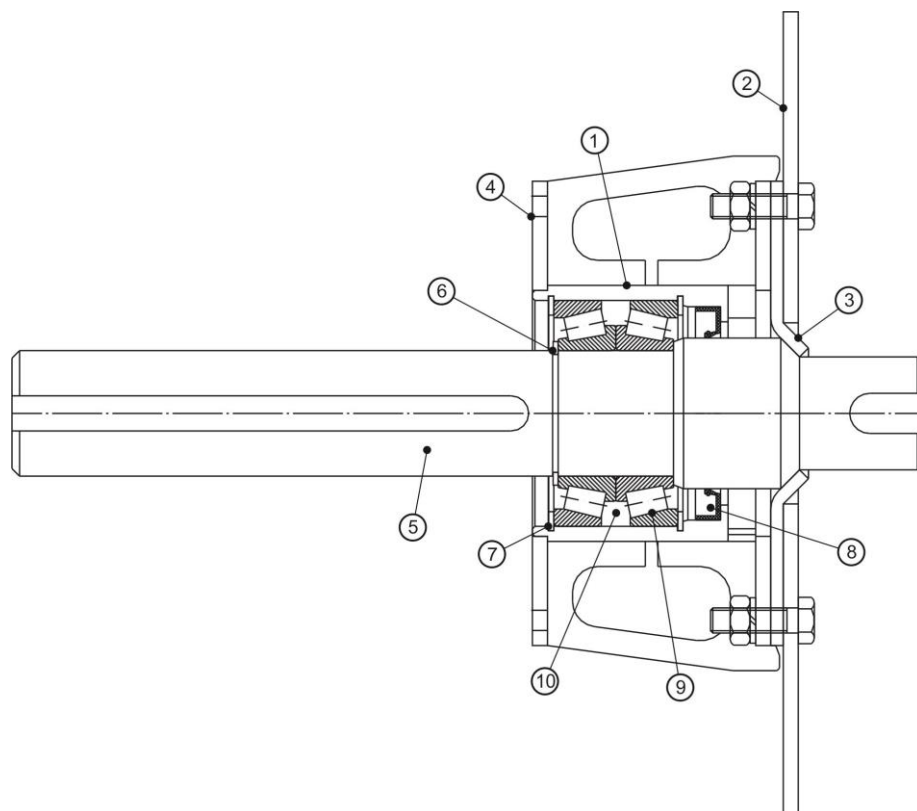

Рис. 13 Подшипниковая опора приводная
Подшипниковая опора приводная (Рис.13) винтового конвейера-питателя состоит из: корпуса (1), переднего фланца (2), резинового уплотнения (3), заднего фланца (4), приводного вала (5) с пазом, стопорного кольца наружного 50 ГОСТ 1394 (6), стопорного кольца внутреннего 90 ГОСТ 13943 (7), армированной манжеты 2.1 60 x 85 ГОСТ 8752 (8), подшипников 7510А ГОСТ 27365 (9). Пространство (10) между подшипниками (9) на $\frac{1}{2}$ своего объема заполнено смазкой ЛИТОЛ 24.